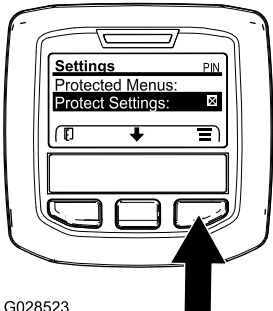

Figura 24
- Desde el menú PRINCIPAL, utilice el botón central para desplazarse hacia abajo hasta el menú AJUSTES y pulse el botón derecho (Figura 24).